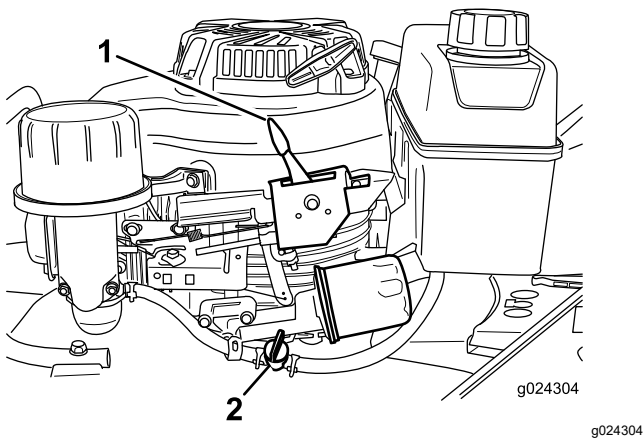

Bild 16
2. Drehen Sie den Hebel des Kraftstoffhahns nach **rechts**, um den Kraftstoffhahn zu öffnen (**Bild 16**).
Hinweis: Schließen Sie den Kraftstoffhahn, indem Sie den Hebel des Kraftstoffventils (Bild 16) nach links stellen, wenn Sie den Motor nicht unmittelbar danach starten wollen.